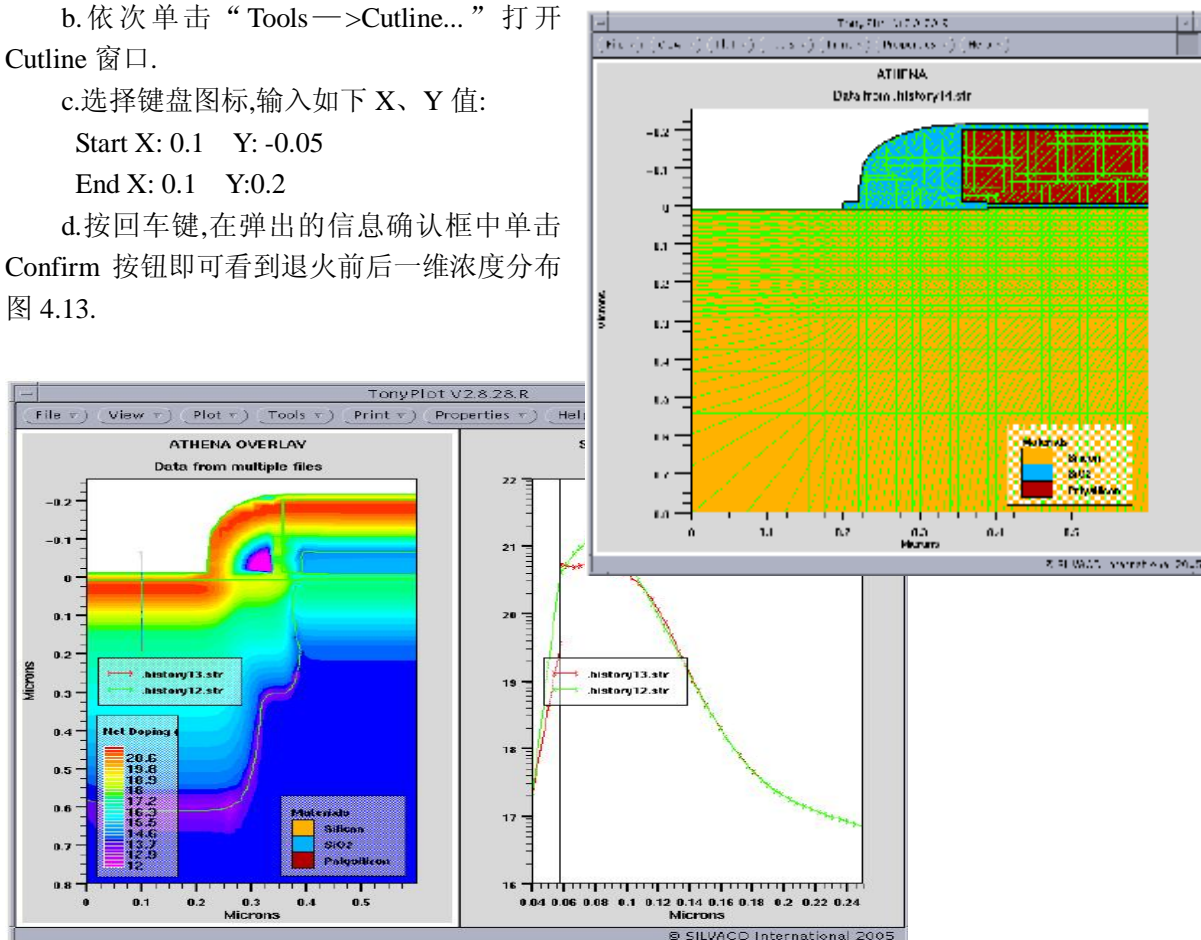

图 4.13 退火前后净掺杂浓度分布
d.按回车键,在弹出的信息确认框中单击 Confirm 按钮即可看到退火前后一维浓度分布图 4.13.